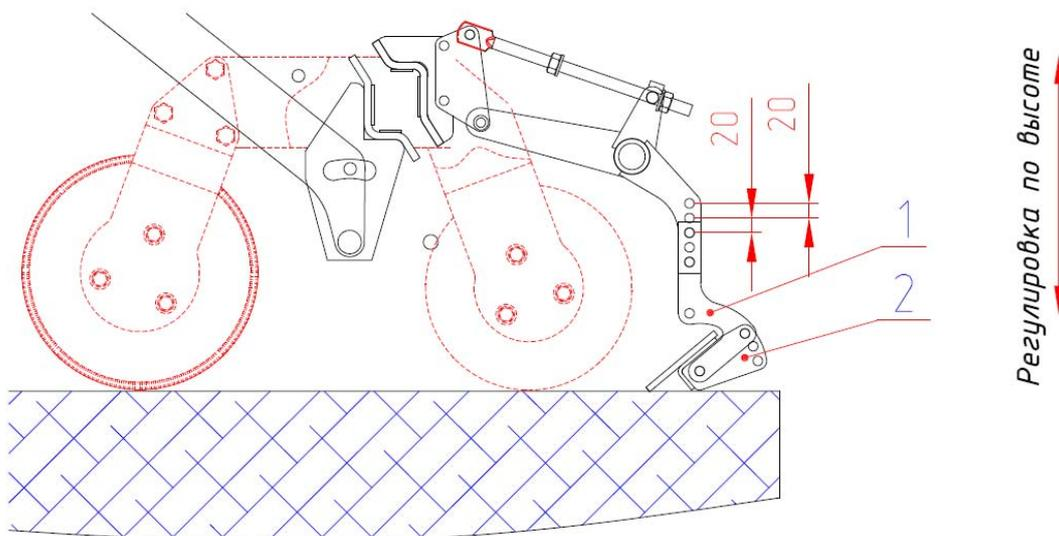
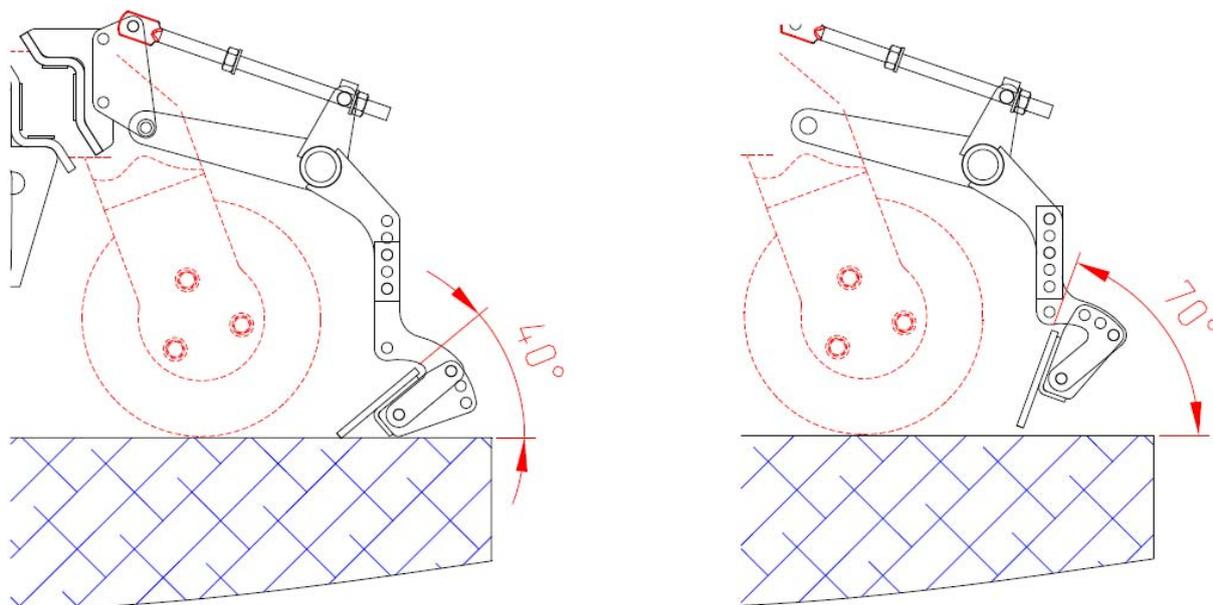

Рис.15.3 Регулировка планчатого выравнителя по высоте.
Рис.15.4 Регулировка планчатого выравнителя по углу (активное положение планки).
7.2.2 Регулировка планчатого выравнителя по высоте расположения планки осуществляется переустановкой держателя 1 (рис.15.3) в соответствующие отверстия.
7.2.2 Регулировка планчатого выравнителя по углу осуществляется поворотом держателя 2 (рис.15.3) относительно нижнего отверстия и фиксации держателя в соответствующих отверстиях. Угол положения планки можно устанавливать как в "активном" положении (рис.15.4) так и в "пассивном" положении (рис.15.4).